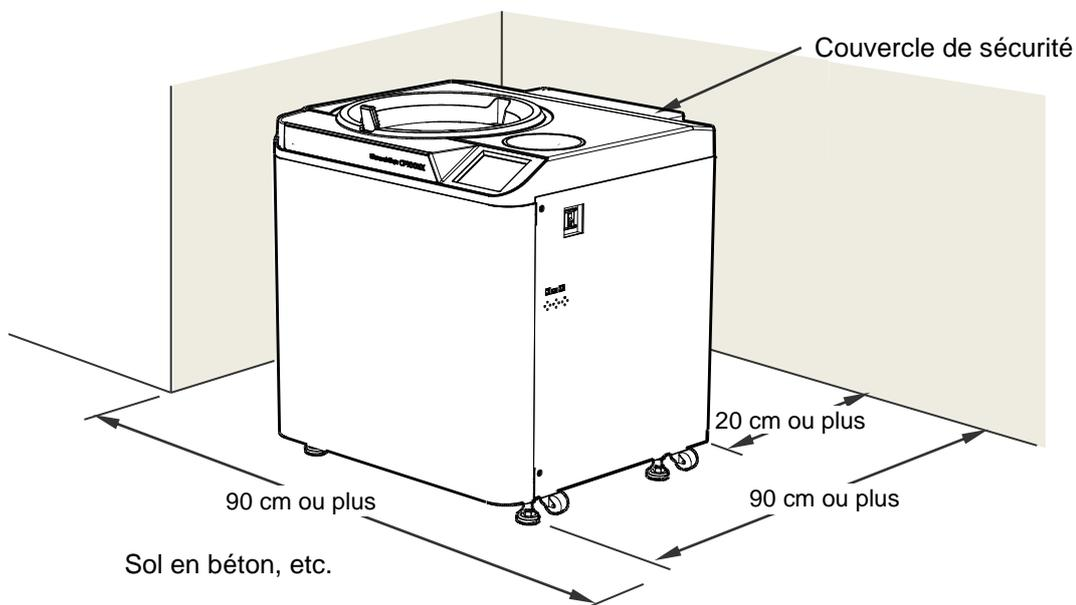

Fig. 6-1 Lieu de l'installation
- (1) Installer l'ultracentrifugeuse sur un sol en béton, en dalles de pierre ou en bois dur. Éviter de l'installer sur un sol mou, moqueté ou transmettant des vibrations externes à l'ultracentrifugeuse.
- (2) La plage de température ambiante doit se situer entre 2 et 40 °C. La température du rotor augmentera sous l'effet d'une température ambiante supérieure à 30 °C. Éviter d'installer l'ultracentrifugeuse en plein soleil ou dans un endroit où la température ambiante est supérieure à 30° C.
- (3) L'ultracentrifugeuse nécessite un dégagement de plus de 20 cm à l'arrière et un espace au sol d'au moins 90 x 90 cm (Voir Fig. 6-1). S'assurer que les alentours de la centrifugeuse permettent une libre circulation de l'air. Éviter d'installer l'ultracentrifugeuse à proximité d'autres appareils ou machines générant de la chaleur, ce qui pourrait réduire la capacité de refroidissement de l'ultracentrifugeuse.